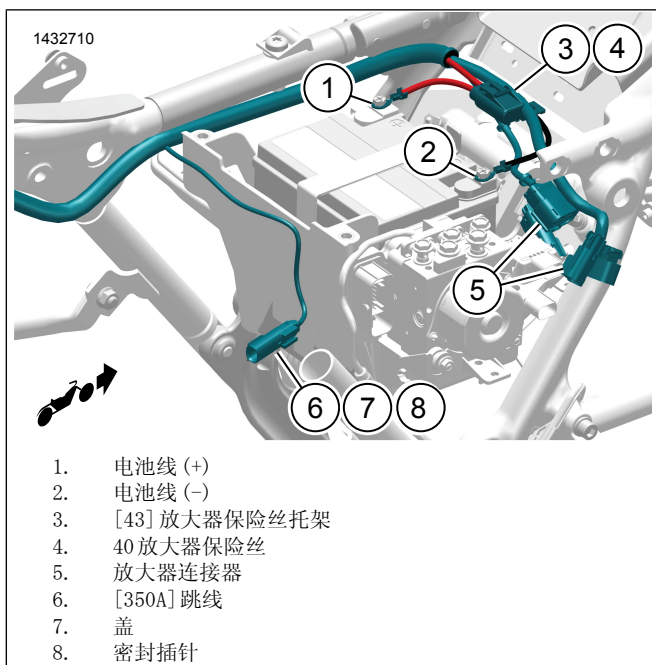

图11。外部布线线束(典型)
3. 参见图11。将线束分支[350A](6)布设至电池箱区域。
5. 参见图11。将项目1-5布设在电池前并朝右侧盖。
参见图11。将线束分支[350A](6)布设至电池箱区域。
参见图11。将项目(1-5)布设在电池前并朝向右侧盖区域。